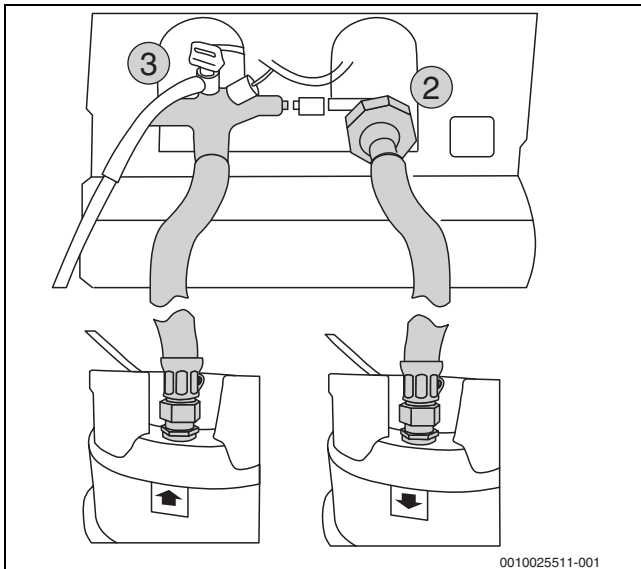

Fig. 9 Raccordement du module à la cartouche de déminéralisation
- ▶ Raccorder le troisième flexible du module de déminéralisation by-pass (raccord 2) et relier avec l'entrée de la cartouche. Utiliser les joints. (→ fig. 9)
- ▶ Raccorder le quatrième flexible du module de déminéralisation by-pass (raccord 3) et relier avec la sortie de la cartouche. Utiliser les joints. (→ fig. 9)